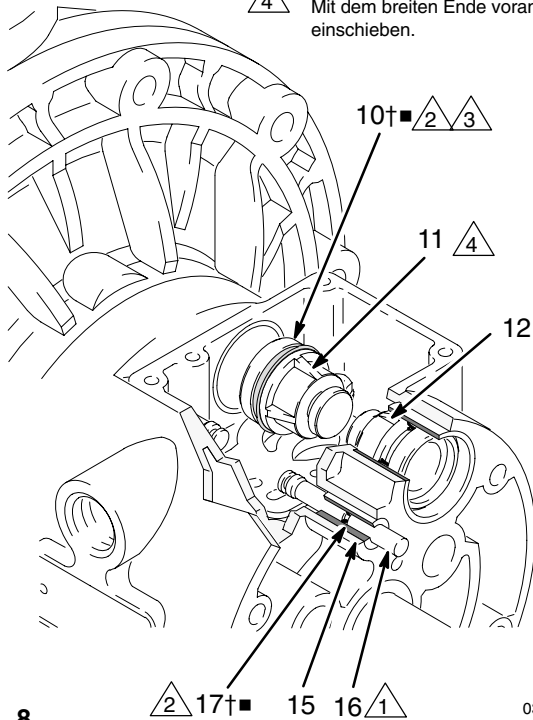

Abb. 8 03270B
4. Die beiden Stellmotorkolben (11) aus den Lagern (12) ziehen. Die Rillendichtungen (10†■) von den Kolben abziehen. Die Führungsstifte (16) aus den Lagern (15) ziehen. Die O-Ringe (17†■) von den Führungsstiften abziehen. Siehe Abb. 8.
6. Die Lager (12, 15) im eingebauten Zustand überprüfen. Siehe Abb. 8. Die Lager sind konisch, und wenn sie schadhaft sind, so müssen sie von außen ausgebaut werden. Dies erfordert den Ausbau der materialbenetzten Teile. Siehe Seite 20.
4. An jedem Führungsstift (16) einen O-Ring (17†■) einbauen. Die Stifte und O-Ringe fetten. Die Stifte mit dem **schmalen** Ende voran in die Lager (15) einschieben. Siehe Abb. 8.
5. An jedem Stellmotorkolben (10†■) Rillendichtungen (11) einbauen, so dass die Lippen der Rillendichtungen zum **schmalen** Ende der Kolben weisen. Siehe Abb. 8.
6. Die Rillendichtungen (10†■) und die Stellmotorkolben (11) fetten. Die Stellmotorkolben mit dem **dicken** Ende voran in die Lager (12) einschieben. Das schmale Ende des Kolbens frei lassen. Siehe Abb. 8.